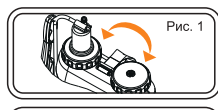

Рис. 1
- демонтируйте рычаг (65), шатун (66) и вал (62), удалив все шплинты, шайбы и оси, фиксирующие данные узлы;
- переставьте местами узел насоса вместе с крышкой (74) и сетчатый фильтр (51) с крышкой заливной горловины(48) (Рис.1);